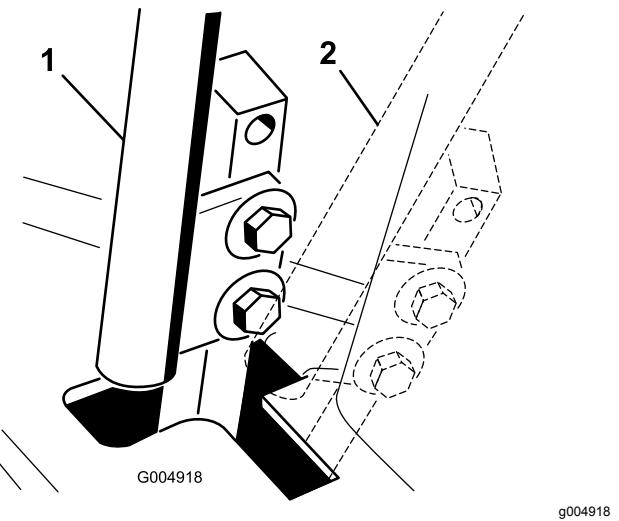

Рисунок 50
- Переведите рычаг управления в НЕЙТРАЛЬНОЕ, но не фиксируемое положение (Рисунок 50).
- Проверьте положение рычага управления относительно выемки в консоли (Рисунок 50).